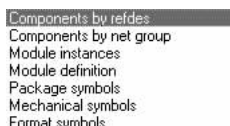

图 10-61 选择类型
- 2) 打开“Placement List（放置列表）”选项卡左侧下拉列表，左侧“Components（元件）”文本框的下拉列表中有 7 种选项，如图 10-61 所示。下面介绍常用的几种类型：